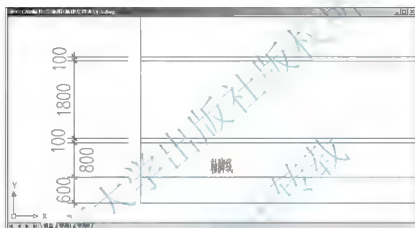

图 4.5 偏移生成首层窗台线和窗楣线
⑤ 继续使用【偏移】命令将勒脚线依次向上偏移 800mm、100mm、1800mm、100mm，生成首层的窗台线和窗楣线，结果如图 4.5 所示。